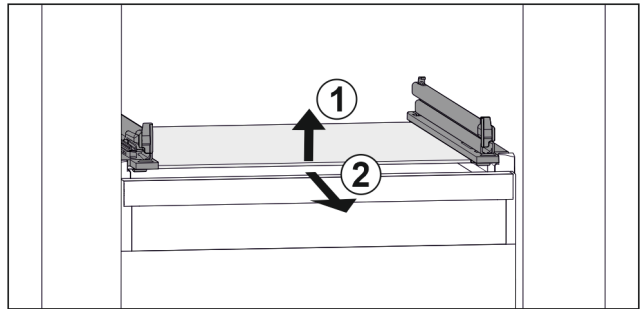

Fig. 27 Примерно изображение на стъклената плоча
- ▶ Повдигнете стъклената плоча отпред. Fig. 27 (1)
- ▶ Извадете стъклената плоча напред. Fig. 27 (2)